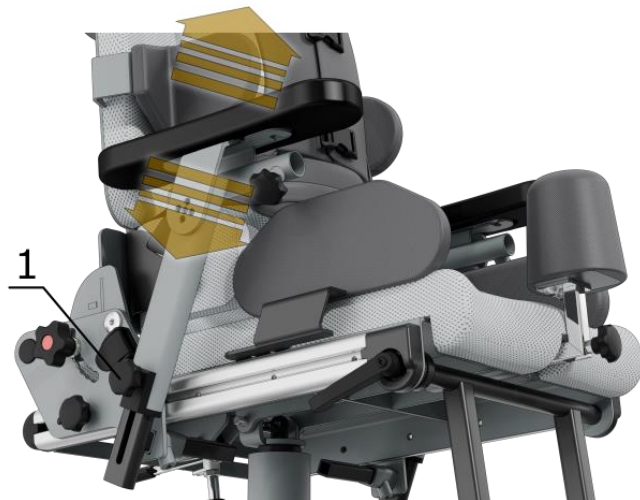

Рисунок 20. Регулировка высоты и угла наклона подлокотника.
Для регулировки высоты подлокотника ослабьте фиксатор поворотом против часовой стрелки рукоятки (1) до разблокировки вертикального перемещения подлокотника, установите нужную высоту, затем плотно затяните фиксатор поворотом по часовой стрелке рукоятки (1). (рис.20)
Установите нужную высоту столика и придерживая столик свободной рукой, поочередно плотно затяните поворотом по часовой стрелке рукоятки (1) (**рис.20**).